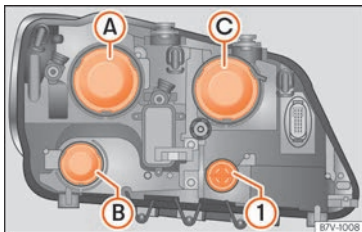

Fig. 62 Dans le compartiment-moteur : revêtements dans le phare gauche.
- Tournez le porte-ampoule » fig. 62 ① vers la gauche jusqu'en butée et retirez-le avec l'ampoule en tirant vers l'arrière.